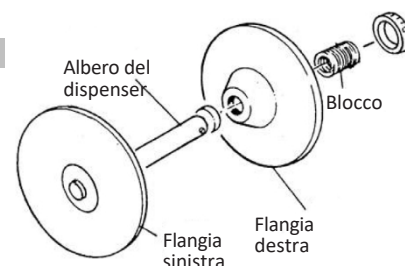

Fig. 2
1. Estrarre il gruppo erogatore (Fig. 2). Posizionare il gruppo come indicato.